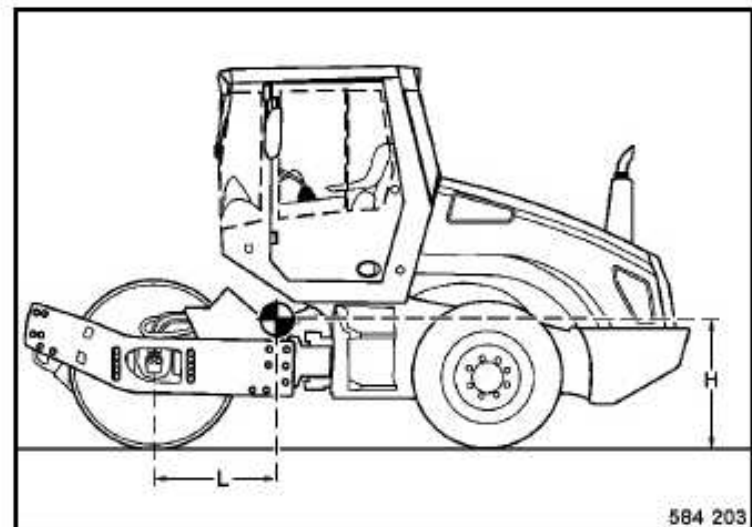

Fig. 73
- Posición del centro de gravedad (Fig. 73).